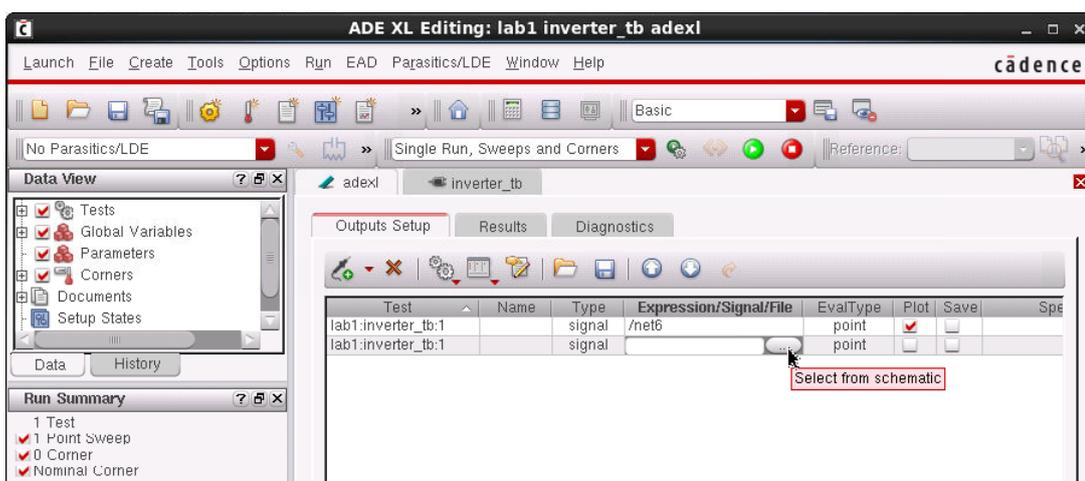

Рис. 32: Выбор сигнала для анализа
- выбрать в поле **Expression/Signal/File** сигнал со схемы тестирования инвертора (рис. 32);